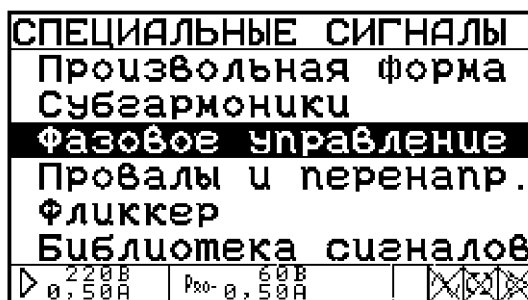

Рисунок 4.6 Меню режима «Специальные сигналы»
- пиктограмма «глаз» в первой справа позиции — включен синхронный с питающей сетью режим работы, при этом частота выходных сигналов определяется частотой питающей сети, пиктограмма «перечеркнутый глаз» — слежение за частотой питающей сети отключено, частота выходных сигналов равна заданной в параметре «частота» (рис. 4.6), изменение режима синхронизации возможно только при выключенной генерации;
Меню «Специальные сигналы» (рис. 4.6) состоит из шести пунктов: «Произвольная форма», «Субгармоники», «Фазовое управление», «Провалы и перенапряжения», «Фликкер» и «Библиотека сигналов».